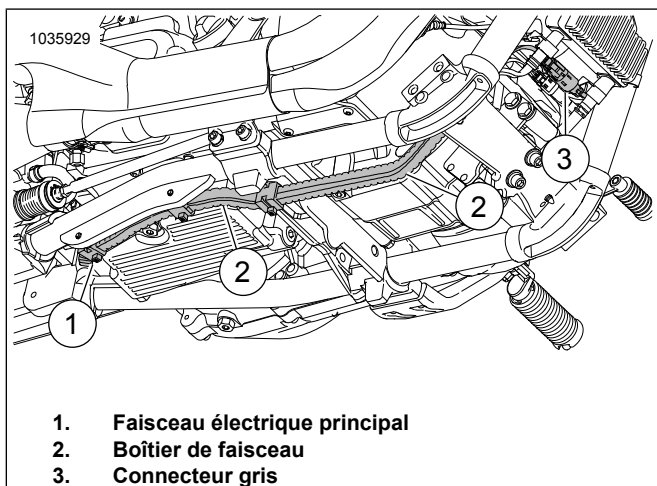

Figure 43. Boîtier de faisceau
12. Consultez Figure 43 . Faites sortir le connecteur de faisceau gris du coffre à batterie arrière :
- Repérez le faisceau principal (1) menant au boîtier du faisceau (2).
- Faites correspondre les couleurs des connecteurs (3) : gris avec gris.
- Fixez le faisceau au côté intérieur du boîtier du faisceau (2) avec des attaches de câble au besoin.